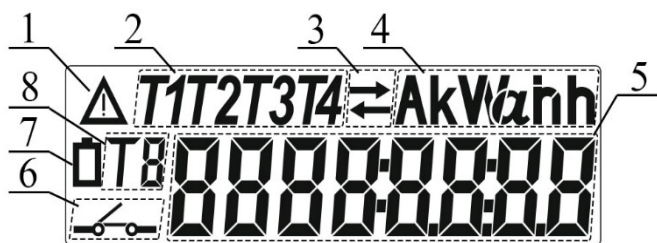

Рисунок 2. РКІ, варіант 1
Лічильника типу NIK 2104...P2... може оснащуватися двома видами рідкокристалічних індикаторів (далі – РКІ) – див. Рисунок 1 та Рисунок 2.
- На Рисунок 2 додатково показані елементи: